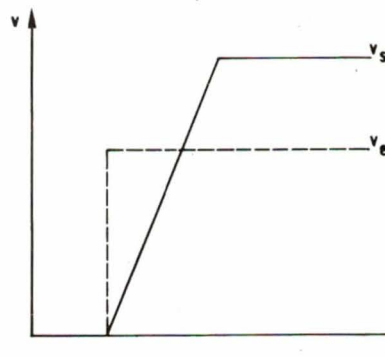

Fig. 7.
- Un signal impulsionnel d'entrée va se transformer en rampe de pente égale à (dV/dt) (fig. 7).